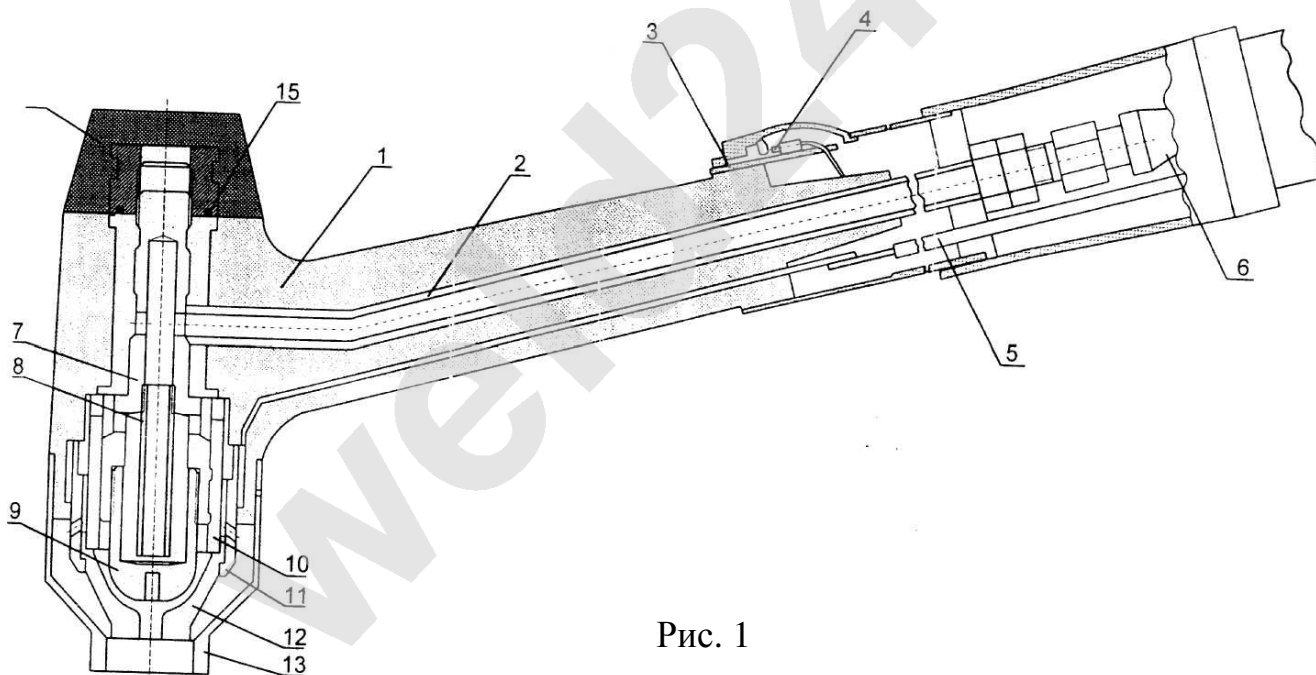

Рис. 1
3.1. Плазмотрон, см. рисунок 1, состоит из следующих составных частей: